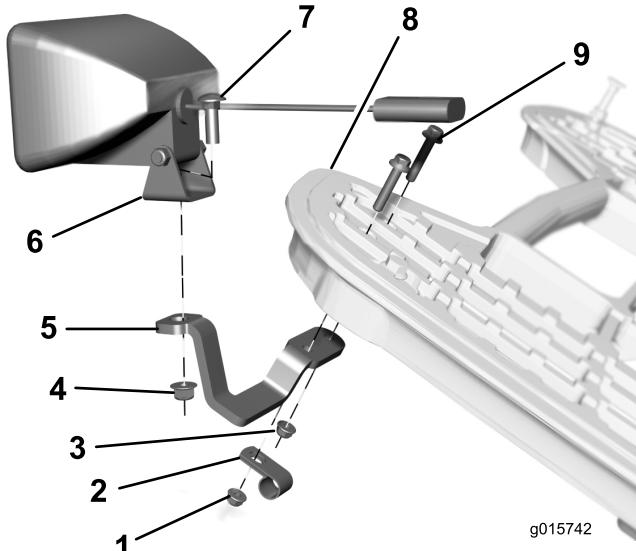

図 5
- 右側サポート・ブラケットを機体フレームの右前側に取り付ける(図5)。ワイヤハーネスを、R クランプに通し、次にブラケットをフレーム底部に固定する(1/4インチのフランジボルト2本、R クランプ1個、1/4インチのフランジナット2個を使用)。
- 右側サポート・ブラケットにランプを取り付ける(図5)。ランプをブラケットに固定する; キャリッジボルト1本とフランジナット1個を(5/16インチ)を使用する。